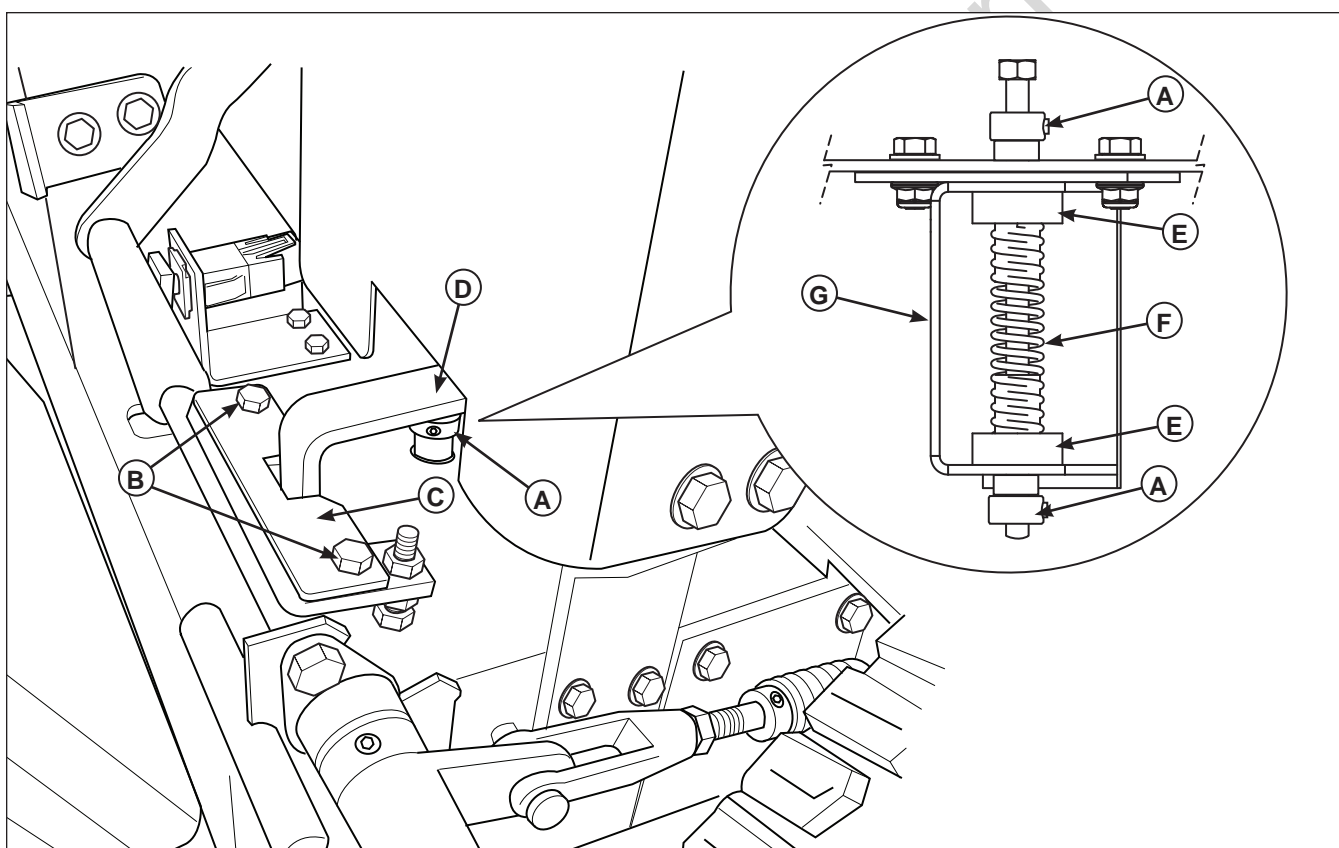

Figura 31. Posición neutra
2. Suelte los collarines del conjunto (A, figura 31) que están localizados en la parte superior e inferior del resorte de retorno al neutro (F).
3. Suelte las piezas metálicas de la placa de bloqueo del neutro (B). Si la máquina se desliza hacia adelante, deslice levemente hacia la derecha la placa de bloqueo del neutro (C) y el brazo de control de la bomba (D). Si la máquina se desliza hacia atrás, deslice levemente la placa de bloqueo del neutro y el brazo de control de bomba hacia la izquierda. Vuelva a apretar las piezas metálicas que fijan la placa de bloqueo del neutro.
4. Consulte la figura 31. Asegúrese de que el buje superior de plástico (E) esté asentado firmemente contra la parte superior del soporte de retorno del neutro (G). Asegúrese de que el buje inferior de plástico (E) esté asentado firmemente contra la parte superior del soporte de retorno del neutro. Apriete los collarines del conjunto (A).